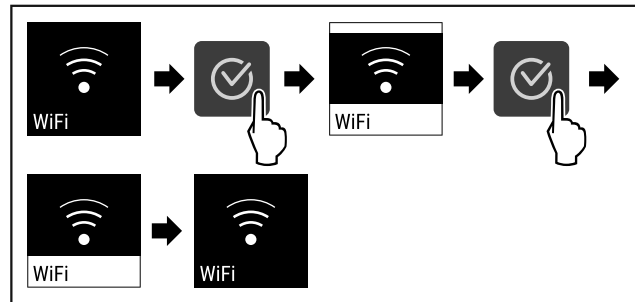

Fig. 77
- ▶ Εκτελέστε τα βήματα ενεργειών (βλέπε Fig. 77) .